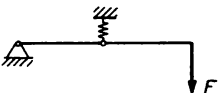

Bild 23
- 3.11** Ein 1,0 m langer, masseloser Hebel ist an einem Ende drehbar gelagert (Bild 23). Er wird in der Mitte durch eine Schraubenfeder gehalten, die die Federkonstante 15 kN m^{-1} hat. Berechnen Sie die Kraft, mit der das freie Ende des Hebels belastet wird, wenn die Feder um 50 mm ausgelenkt ist.